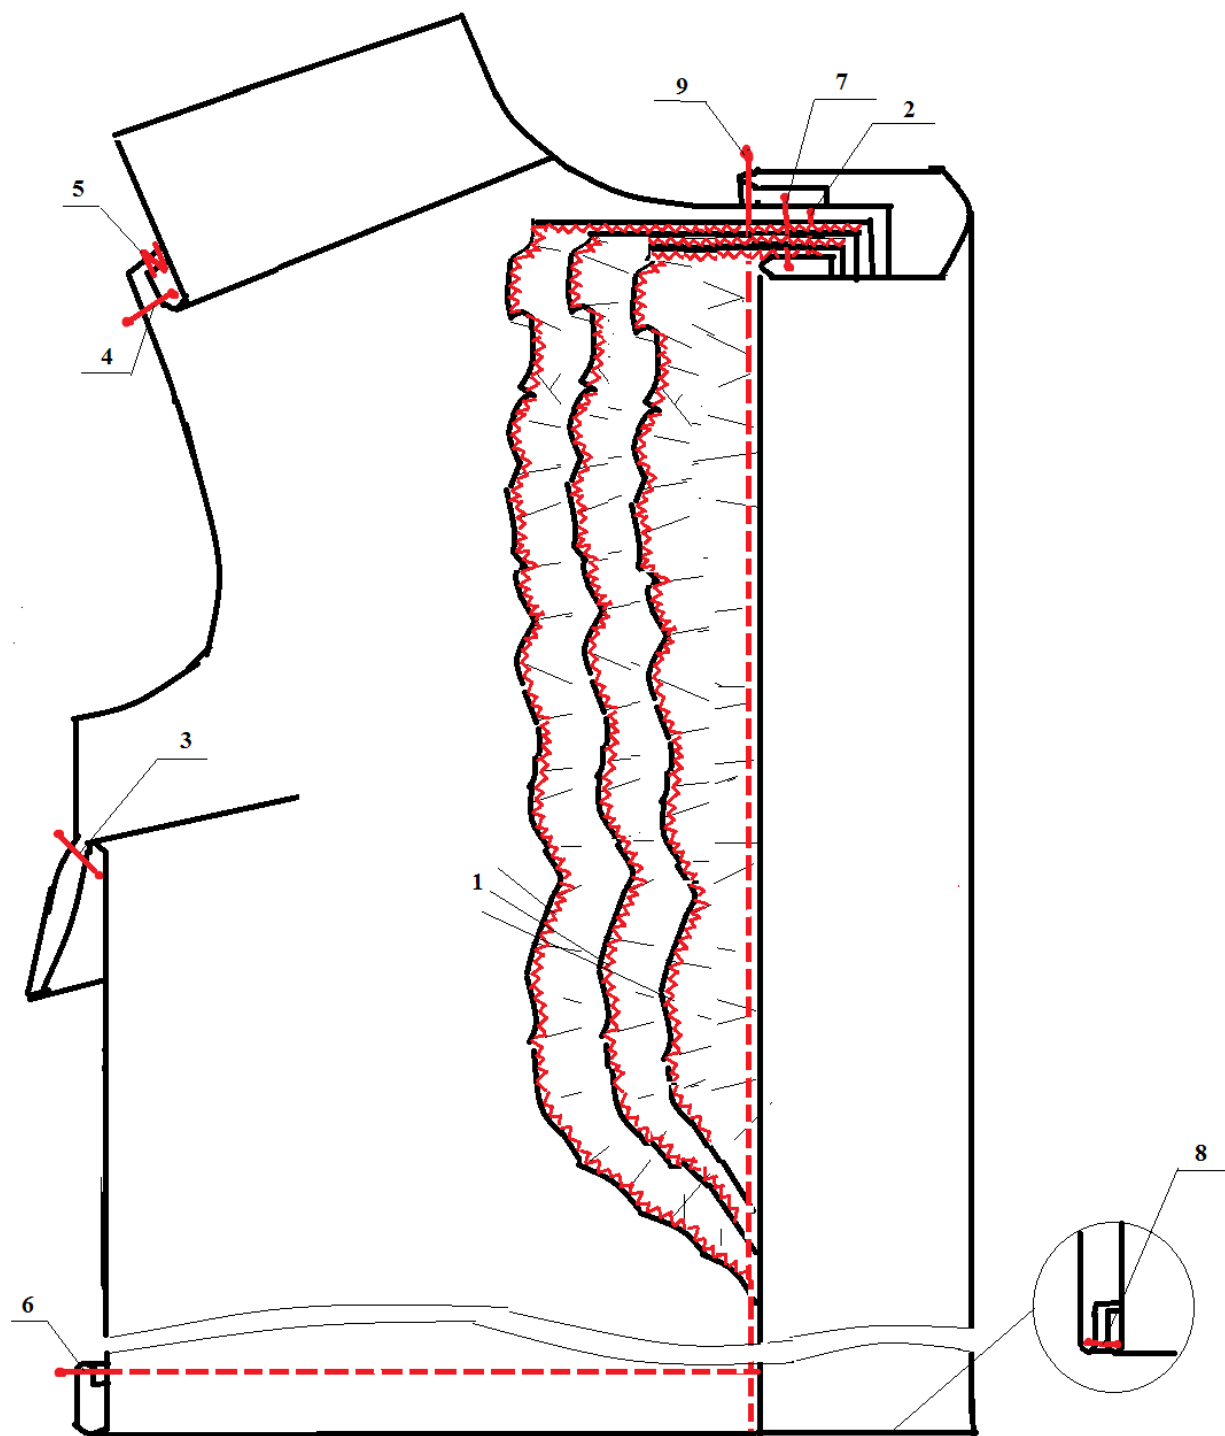

Рисунок 2 – Схема обработки полочки блузки
2) *При пошиве можете воспользоваться рекомендованной технологической последовательностью изготовления, приведенной ниже (стр. 7), а также схемой обработки (стр. 8, рис. 2), или применить свой метод изготовления, не ухудшающий качество и полностью соответствующий заданному внешнему виду фрагмента модели женской блузки.*
2. Обработать оборки: обметать короткие и отлетные срезы (строчка 1 на рис. 2), наложить все три оборки друг на друга и проложить сборкообразующие строчки, выполнить сборку.
3. Обработать нагрудную вытачку: стачать, к концу вытачки сводя строчку «на нет» (строчка 2 на рис. 2); заутюжить вытачку вниз.
4. Притачать кокетку (строчка 3 на рис. 2); припуски шва заутюжить в сторону кокетки и обметать.
6. Застрочить нижний срез полочки швом вподгибку с закрытым срезом (строчка 4 на рис. 2).
7. Притачать планку для застежки (строчка 5 на рис. 2); нижние срезы планки выступают на величину шва обтачивания за обработанный низ блузки; припуски заутюжить на планку.
9. Обтачать нижний срез планки (строчка 6 на рис. 2), перегибая планку посередине лицевой стороной внутрь.
11. С лицевой стороны проложить строчку точно в шов притачивания планки (строчка 7 на рис. 2), прихватывая внутренний подогнутый край планки.